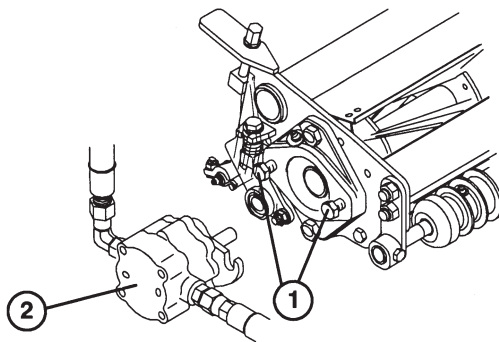

Bild 7
7. Bringen Sie die Innensechskantschrauben an, mit denen die Spindeltriebsmotoren an jedem Schneidwerk befestigt werden. Lassen Sie ca. 1,2 cm Gewinde an allen Schrauben sichtbar (Bild 7).
10. Fetten Sie die Keilwelle des Motors mit frischem Fett ein und bringen den Motor durch Drehen im Uhrzeigersinn an, so dass die Motorflansche von den Bolzen entfernt sind. Drehen Sie dann den Motor entgegen dem Uhrzeigersinn, bis die Flansche die Bolzen umhüllen. Ziehen Sie jetzt die Innensechskantschrauben fest (Bild 7).